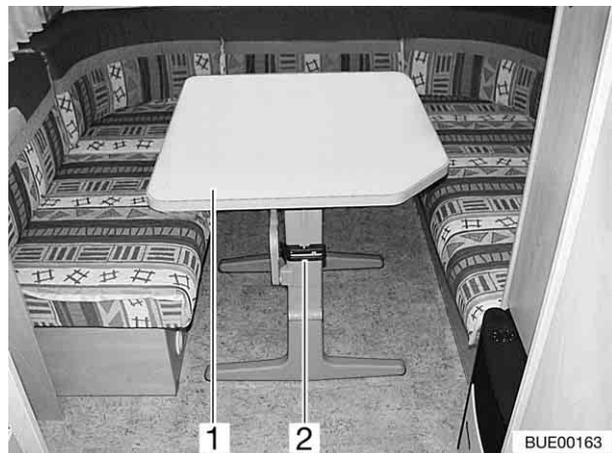

Bild 57 Schwenktisch
- Griff (Bild 57,2) nach oben schieben.
- Tischplatte (Bild 57,1) in einem Bogen nach unten schwenken, bis der Griff einrastet.